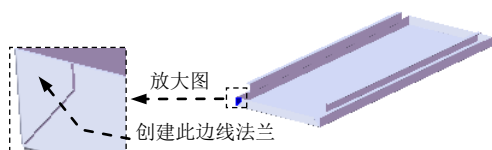
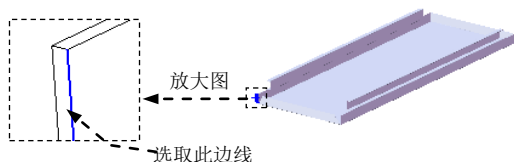

图 17.6.25 创建边线—法兰 13
图 17.6.26 定义特征的边线
Step13. 创建图 17.6.25 所示的边线一法兰 13。
(1) 选择命令。选择下拉菜单 **插入(I)** → **钣金(B)** → **边线法兰(E)...** 命令，系统弹出“边线法兰”对话框。
(2) 定义特征的边线。选取图 17.6.26 所示的模型边线为生成的边线法兰的边线。
(3) 定义法兰参数。在 **角度(G)** 区域的  文本框中输入角度值 90.0。在“边线法兰”对话框 **法兰长度(L)** 区域的下拉列表中选择 **给定深度** 选项，在  文本框中输入深度值 15.0。在此区域中单击“内部虚拟交点”按钮 。在 **法兰位置(N)** 区域中，单击“材料在外”按钮 。
(4) 单击  按钮，完成边线一法兰 13 的初步创建。